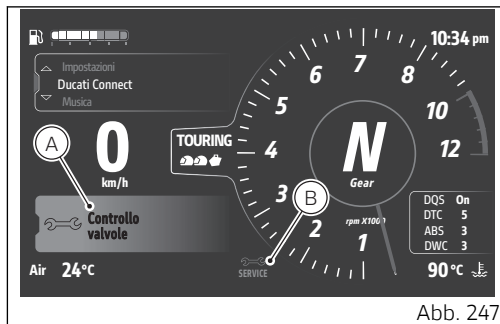
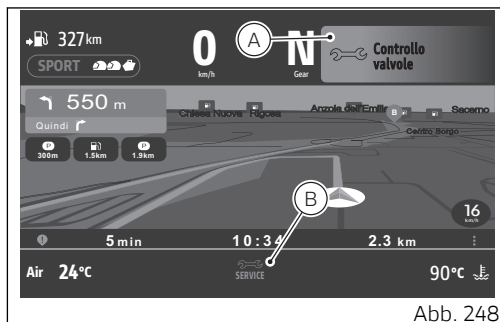

Abb. 247
Abb. 248
Die Hinweise auf die Fälligkeit der Inspektion werden in 2 Formaten angezeigt: groß (A) und klein (B). In diesen Abbildungen werden die jeweiligen Positionen auf der Hauptseite (Abb. 247) und auf der Seite Ducati Connect (Abb. 248) angegeben.